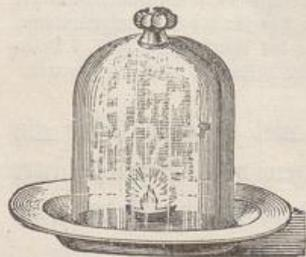

Fig. 22.
3. Glas mit trockenem Sand, ein Stückchen Phosphor darauf. Berührt man letzteren mit einer heißen Stricknadel, so flammt der Phosphor hell auf; es entsteht ein dichter weißer Rauch von Phosphorsäure, P_2O_5 . Auch wie in Fig. 22 auszuführen!